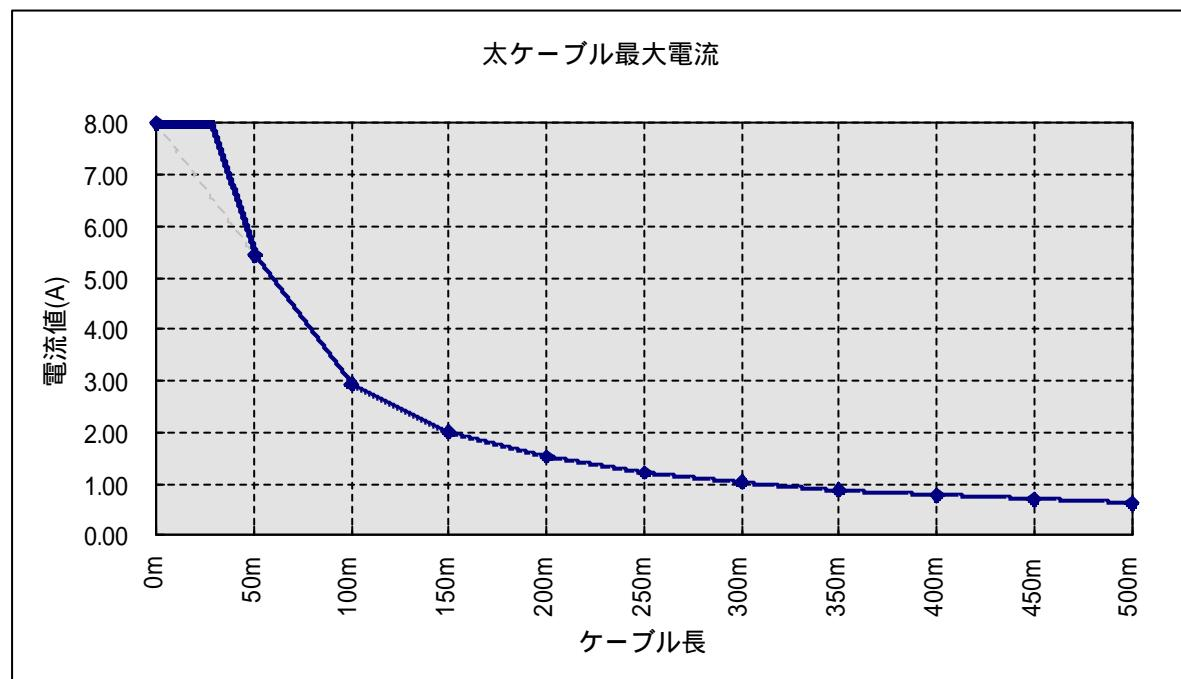

図3.10 幹線の電流（太ケーブル使用時）
- c) 幹線に使用しているケーブルの種類（太ケーブル／細ケーブル）と、手順b)で求めたネットワークの全長から、図3.10／図3.11を使用して、ケーブルに流すことのできる最大電流を求めます。
- c) 図3.10からケーブルに流せる最大電流 = 1.53A